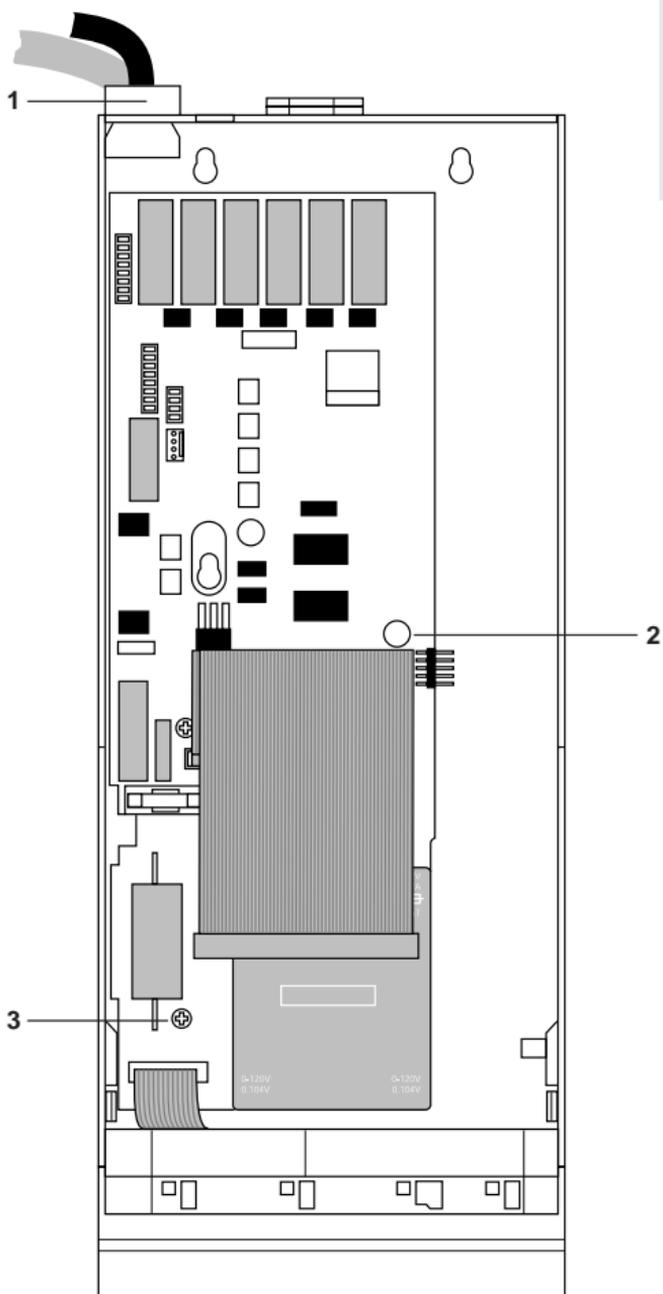

Abb. 13: Geldwechslerplatine austauschen
- 4** Blindstopfen **1** vom Gehäuse abziehen und, falls vorhanden, Kabel aus den Kabeldurchführungen im Gehäuse nach vorne herausziehen (s. Abb. 13).
- 5** Schrauben **2** und **3** entfernen (s. Abb. 13).